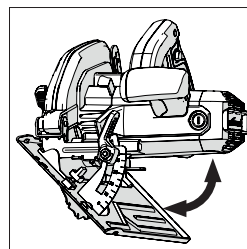

Fig. 14
- Incline la hoja con el ángulo requerido como se indica en la escala del transportador de ángulos del cuadrante. **(Fig. 14)**
**(14) CONSEJOS DE USO